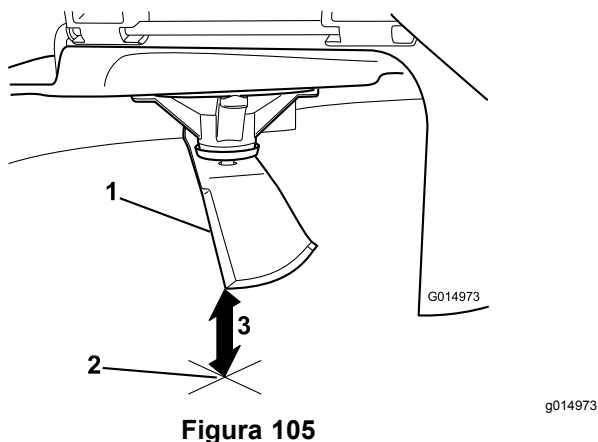

Figura 105
5. Misurate dalla punta della lama alla superficie piana (Figura 105).